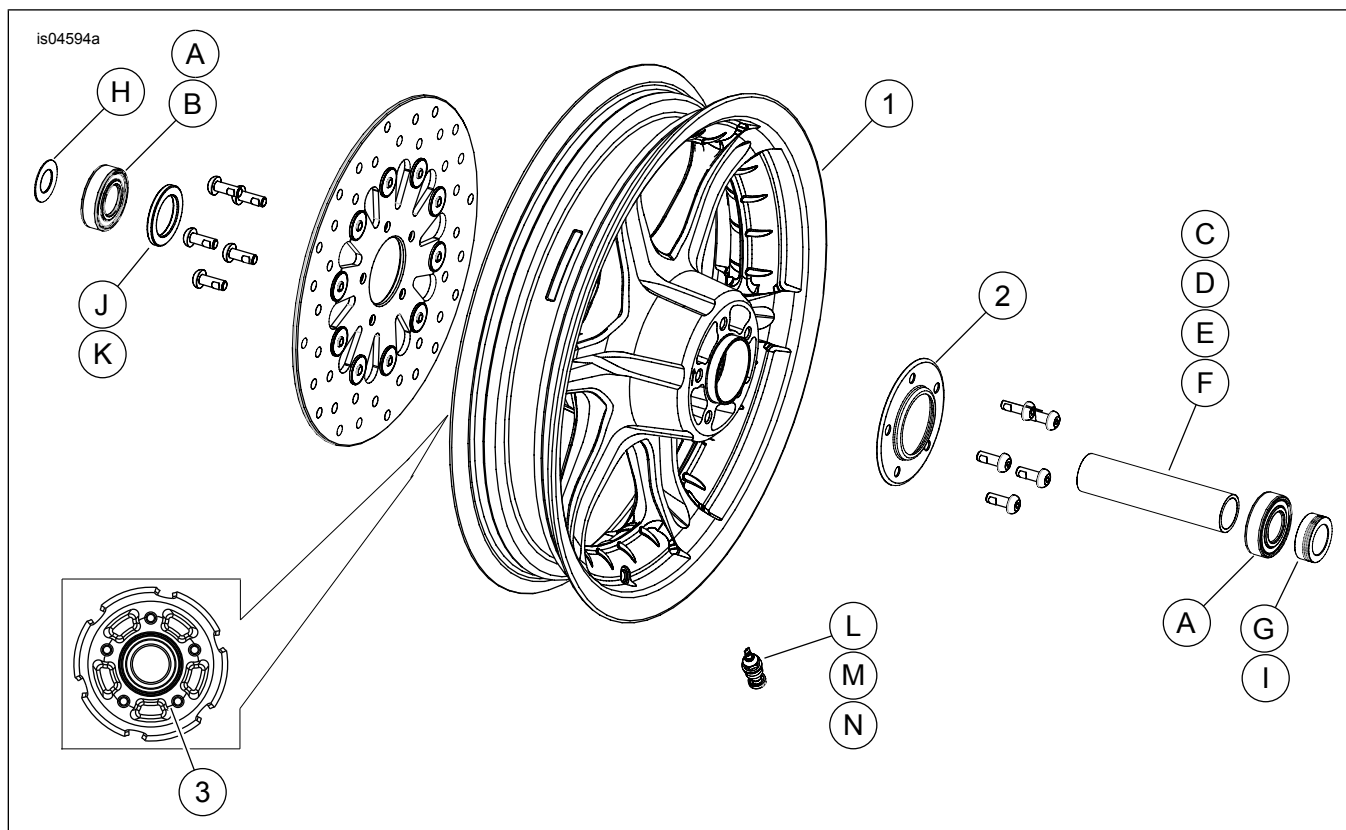

Figura 2. Peças de reposição: Rodas dianteiras com seis raios ranhurados (roda de 16 pol. mostrada)
Estes kits incluem a roda personalizada e, dependendo do kit, podem também incluir uma calota. Veja a figura 2. e Tabela 3 para obter o conteúdo do kit.
2. Veja a figura 2. Instale o conjunto da haste da válvula (L, M ou N) na roda. Consulte PNEUS no Manual de serviço.